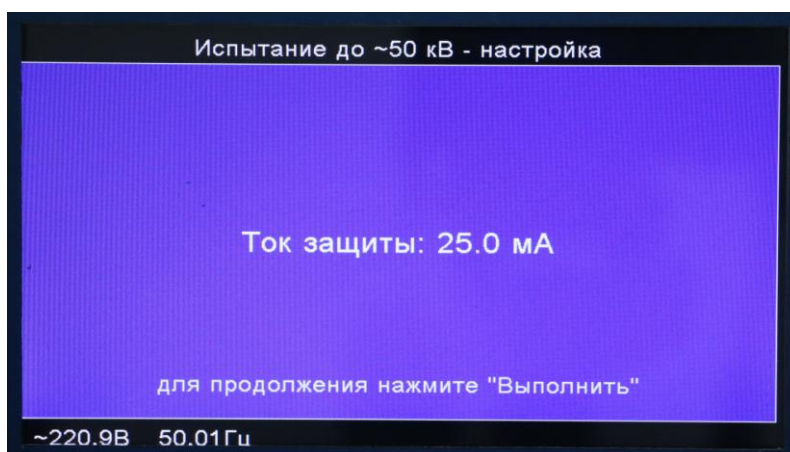

Рис.8.5.
8.3.3. Установить требуемый ток защиты (рис.8.5) Ток защиты может быть установлен в пределах 1,0 мА – 25,0 мА с шагом 0,5 мА.